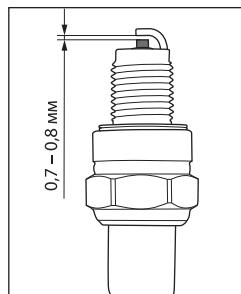

рис. 15
Электроды свечи должны иметь светло-коричневый цвет (рис. 15).
6. Проверьте величину зазора между заземляющим и центральным электродами, используя специальный щуп. При необходимости установите зазор 0,7–0,8 мм (рис. 15).